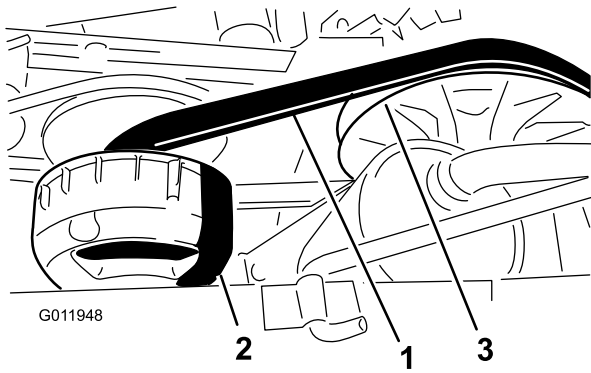

図 45
3. ベルト（図 45）を手で回転させながら磨耗や破損がないかを点検する。必要に応じてベルトを交換する。
1. 2次クラッチを回しながら2次クラッチ部分でベルトを外す（図 45）。
2. 1次クラッチからベルトを外す（図 45）。